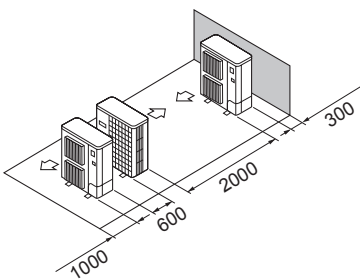

Fig. 2-16
- ⑤ Yksi yksikkö vaakasuoraan asennettuna (Fig. 2-16)